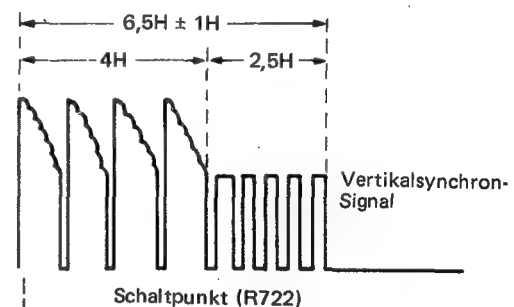

Abb. 8-16
4. Mit dem Oszilloskop die (+) Synchronflanke wählen und R722 so einstellen, daß die in Abb. 8-16 gegebenen Anforderungen erfüllt werden.